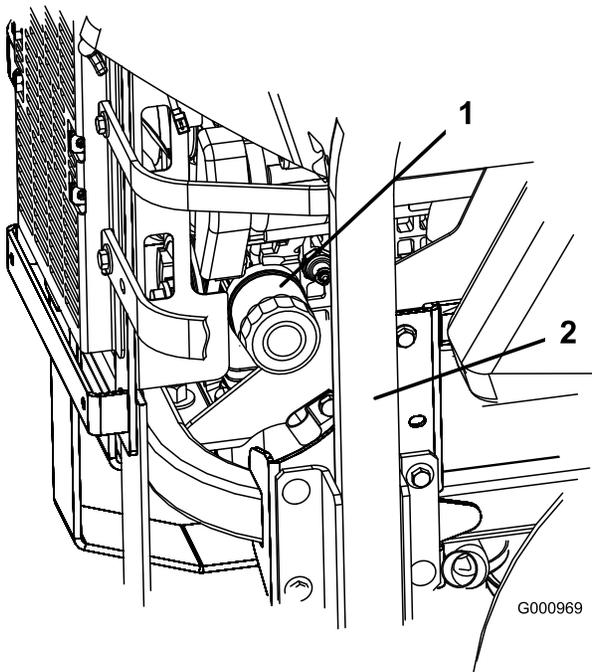
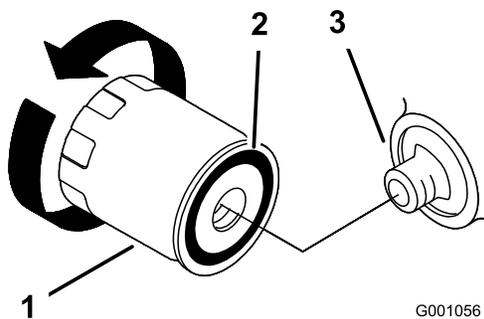

Figura 49
Figura 50
2. Rode o filtro no sentido contrário ao dos ponteiros do relógio para o retirar (Figura 49 e Figura 50).